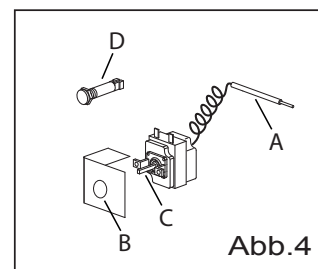

Abb.4
- Neue Lampe einsetzen (Abb. 4/D)